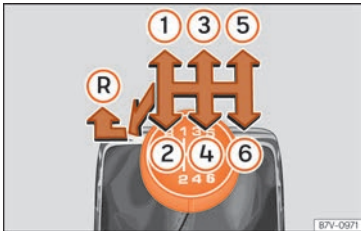

Abb. 50 Schaltschema des 6-Gang-Schaltgetriebes.
Auf dem Schalthebel sind die Positionen der einzelnen Fahrgänge dargestellt »» **Abb. 50**.
nach vorne schieben, um den Rückwärtsgang »» **Abb. 50** (R) einzulegen.